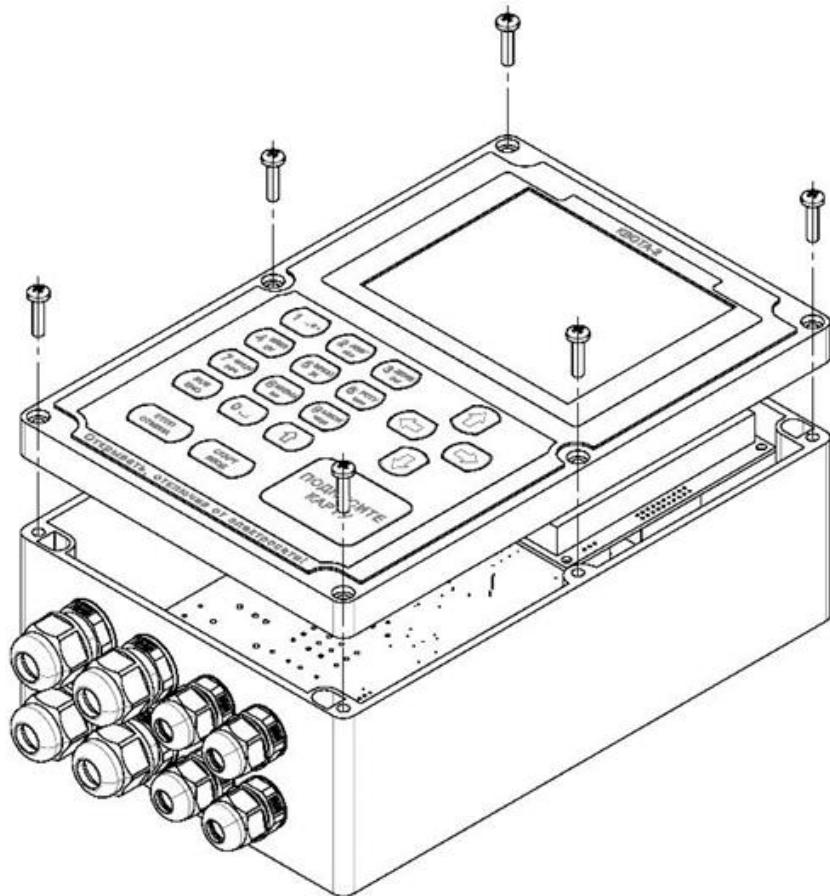
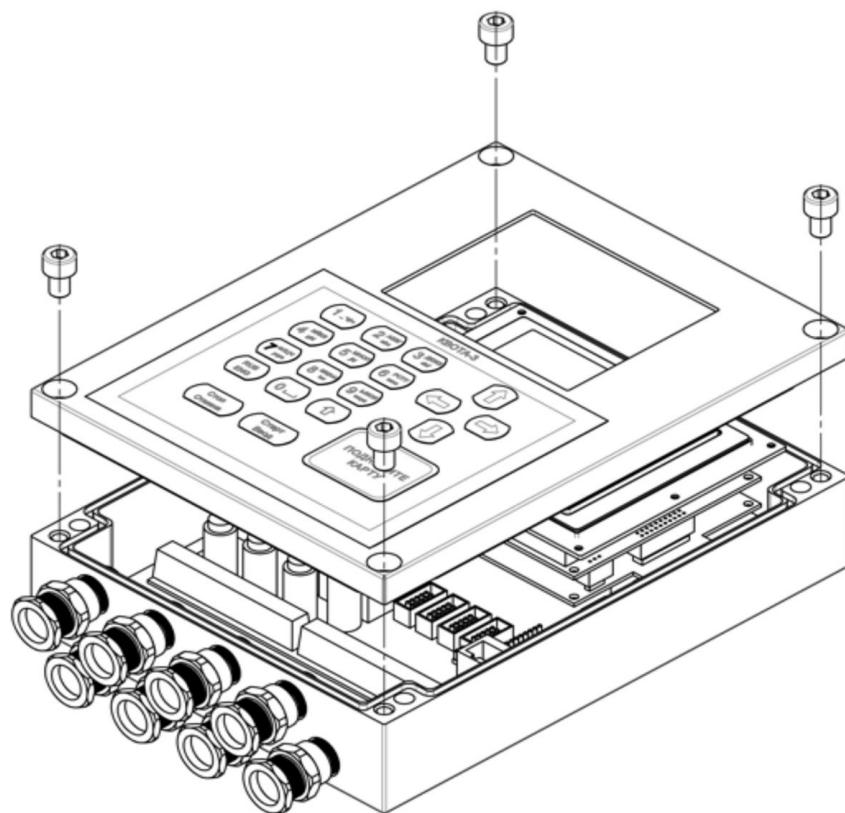

Рисунок 8 – Снятие крышки корпуса контроллеров «Квота-1», «Квота-2»
Рисунок 9 – Снятие крышки корпуса контроллера «Квота-3»
- выкрутить 6 (на контроллерах «Квота-1», «Квота-2», рисунок 8) или 4 винта (на контроллере «Квота-3», рисунок 9) и аккуратно снять крышку корпуса контроллера;